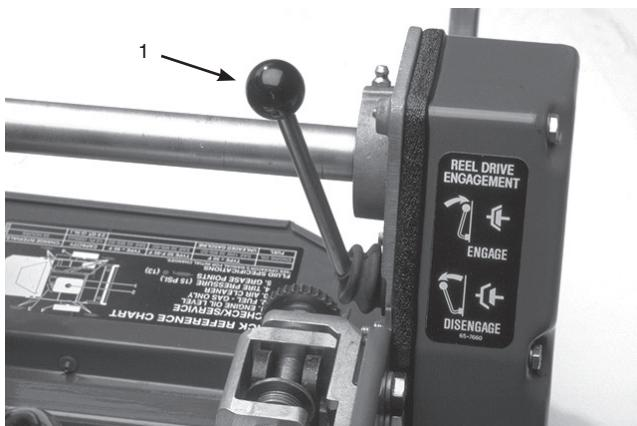
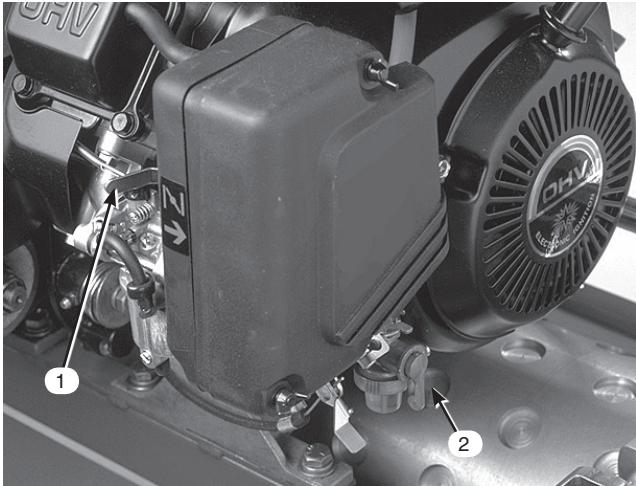

図21
図22
リール回転レバー（図21）
チョーク・レバー（図22）
燃料バルブ 燃料バルブ（図22）
1. 走行レバー (図21) とリール回転レバー (図22) が「解除」位置にあることを確認する。
2. 燃料バルブ (図22) を開く。
5. エンジンが冷えている場合はチョーク (図22) を半開きとする。エンジンが暖まっているときはこの操作は不要。